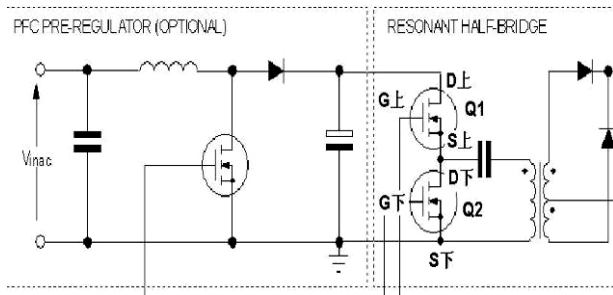
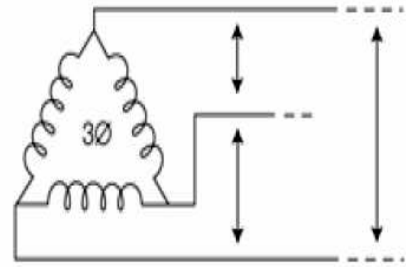

图1 开关电源中的开关管上的差分信号
图2 多相电源系统中的差分信号
在讲解差分探头之前，先来了解差分信号。差分信号是互相参考，而不是参考接地的信号。例如，图1开关电源中半桥上下开关管(Q1, Q2管)中电压信号；图2多相电源系统中电压信号，以上信号在本质上是“漂浮”在地之上。
**CMRR (共模抑制比):** 共模抑制比(CMRR)是指差分探头在差分测量中抑制两个测试点共模信号信号的能力。这是差分探头的关键指标，其公式为： $CMRR = |A_d/A_c|$ 。其中： $A_d$  = 差分信号的电压增益。 $A_c$  = 共模信号的电压增益。在理想情况下， $A_d$  应该很大，而 $A_c$  则应该等于0，因此CMRR 无穷大。在实践中，10,000:1 的CMRR 已经被看作非常好了。这意味着将抑制5 V 的共模输入信号，使其在输出上显示为0.5 毫伏。由于CMRR 随着频率提高而下降，因此指定CMRR 的频率与CMRR 值一样重要。CMRR对于测量全桥或者半桥电路的上管驱动波时，显得尤为重要，这也是高压差分探头测量这类信号时的难点。如图1中，上管GS驱动电压很小，但是共模电压很高，测量该点波形时，对差分探头的CMRR要求比较高，后续将会有实例演示分析。